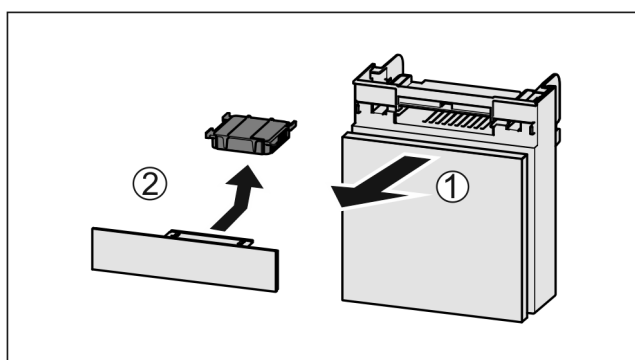

Fig. 161
- ▶ Træk rummet fremad Fig. 161 (1).
- ▶ Tag aktivkulfilteret Fig. 161 (2) ud.